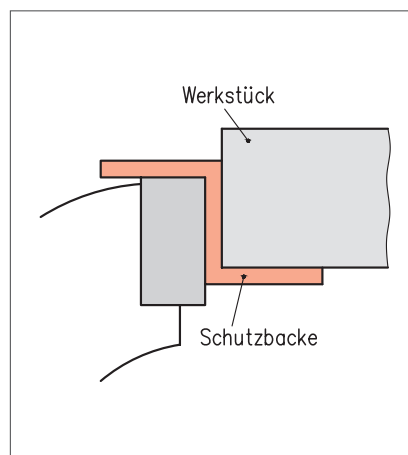

Bild 1 Schutzbacke für die Meißelübung
- Falls erforderlich, besondere Backen zum Spannen vorbereiten (Bild 1).
Beim Spannen im Schraubstock sind besonders geformte Schutzbacken vorteilhaft. Das Werkstück kann dann beim Meißeln nicht nach unten wegrutschen. Diese Schutzbacken lassen sich entsprechend Bild 1 leicht selbst herstellen.